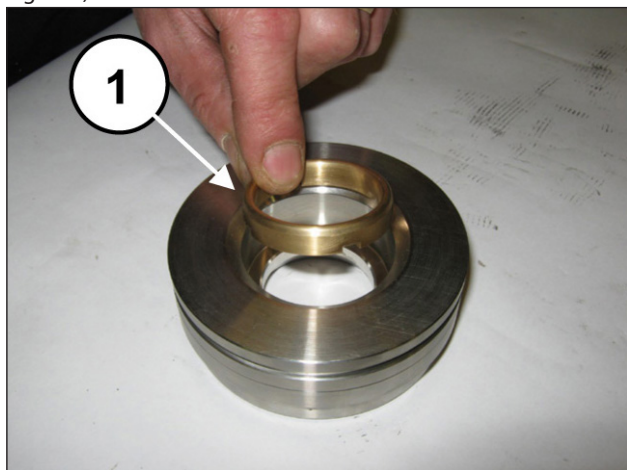
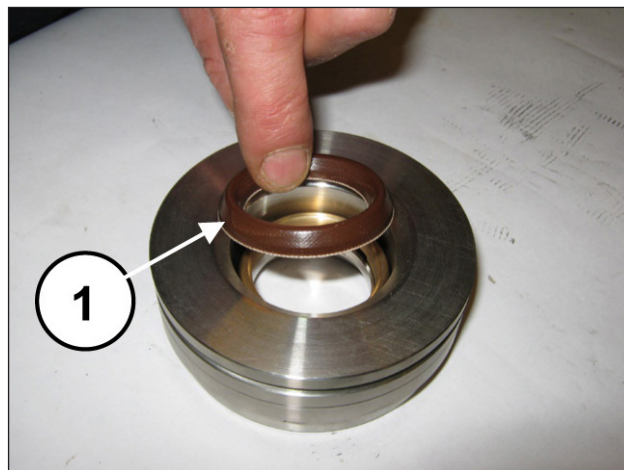
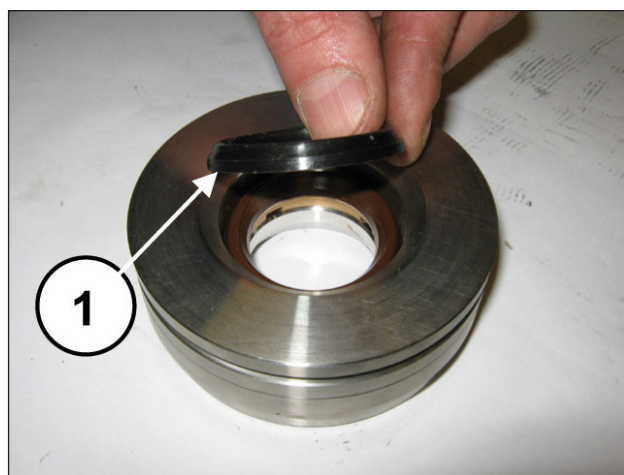

Fig. 182
Fig. 183
Fig. 184
Montare l'anello di testa (pos. ①, Fig. 182), la guarnizione di alta pressione (pos. ①, Fig. 183) e l'anello restop (pos. ①, Fig. 184).